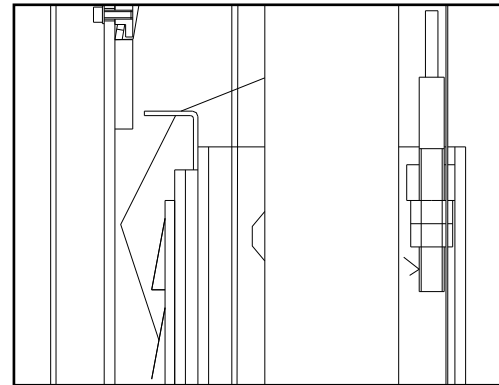

Abb. 14
- ◆ Halten Sie beide Kabel beim Anheben bzw. im Gleichgewicht Lötlötting. (Abb. 14)